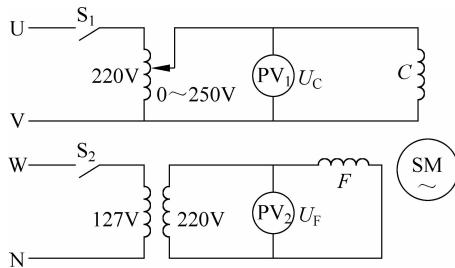
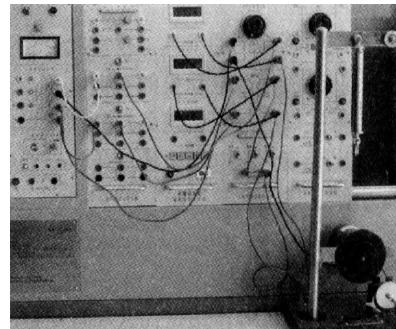

图 3-11 交流伺服电动机的工作电路
图 3-12 交流伺服电动机的实训线路
- (1) 连接交流伺服电动机工作线路。交流伺服电动机工作电路如图 3-11 所示。参照工作电路,连接好如图 3-12 所示的线路。交流电压表选用 300V 量程。将交流电源输出电压调至最小,控制绕组调压器输出调至最小。